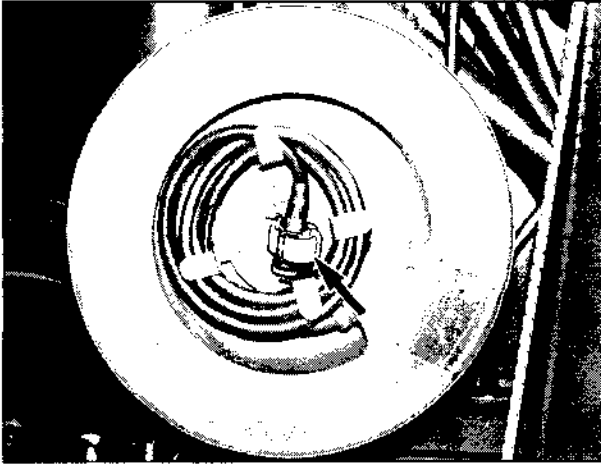

Bild 59
1. Steuerkabel für Antennendrehvorrichtung (Bild 59/Pfeil) aus der Kabeltrommel nehmen.
4. Steuerkabel für Antennendrehvorrichtung abbauen, in den Hohlraum der Steuerkabeltrommel einlegen und sichern (Bild 59/Pfeil).